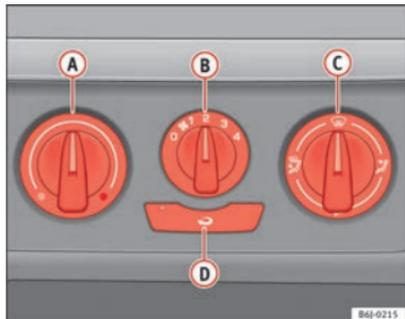

Fig. 99 Comandos do aquecimento no painel de instrumentos
- Rodar o regulador da temperatura **A** ⇒ Fig. 99 para a esquerda.
- Rodar o regulador da temperatura **A** ⇒ Fig. 99 para a direita, até atingir o nível de aquecimento pretendido.
- Rodar o regulador da temperatura **A** ⇒ Fig. 99 para a direita, até ao nível máximo de aquecimento.
- Rodar o regulador da temperatura (A) ⇒ Fig. 99 para a zona do aquecimento.
- Coloque o comando do ventilador (B) num dos níveis 2-3.
- Fechar os difusores (3).
- Abra e oriente os difusores (4) em direcção às janelas.